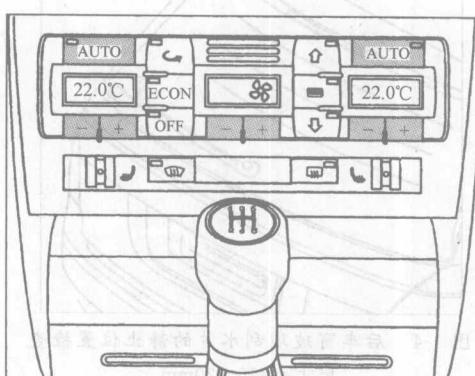

图 1-5 测试空调设备功能 (将车内温度设定为 22℃)
(1) 测试空调设备所有的功能，参见《使用说明书》。
(2) 检查两个显示屏上是否都设定为 22℃，如图 1-5 所示。